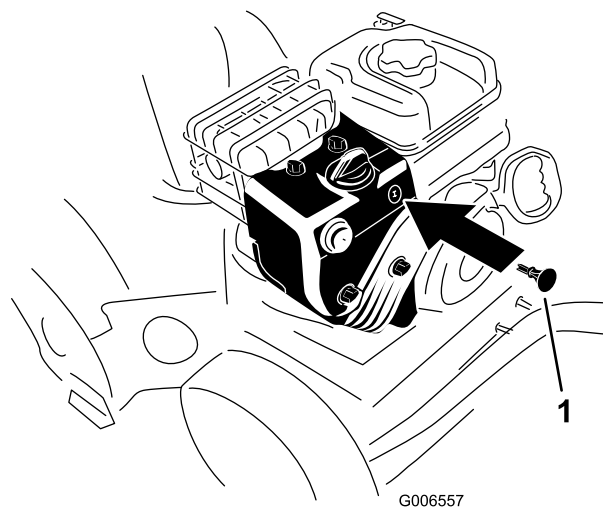

Рисунок 26
3. Вставьте ключ зажигания (Рисунок 26).